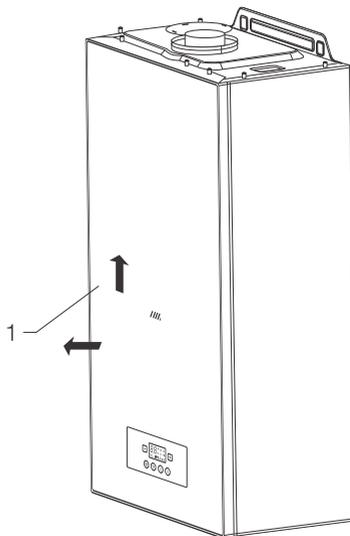

Рис. 12
- для снятия передней крышки потяните ее наружу и вверх (поз.1 рис. 12)